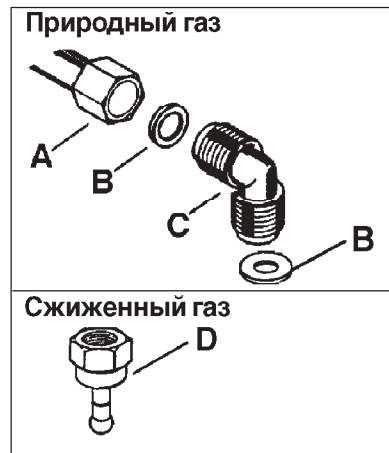

Рис. 3
Проложите уплотнение между компонентами, как показано на рис. 3.
Сжиженный газ: воспользуйтесь держателем резиновой трубы «D» (Fig. 3).
- температура ни одной из его частей не должна превышать комнатную более чем на 30°C; если гибкий шланг, для того, чтобы достичь панели, следует удлинить, сделать это надо, как показано на рис. 3;